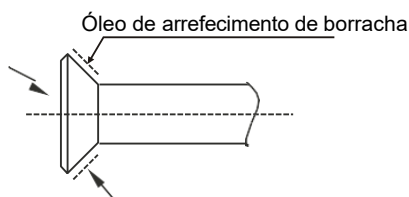

Fig. 5.1
- b. Revestir a superfície exterior da ligação de flare e a superfície cónica da porca de ligação com óleo de arrefecimento (deve ser óleo de motor compatível com tal meio de arrefecimento) e apertar 3 ou 4 vezes à mão (Fig. 5.1) antes de apertar a porca de flare.